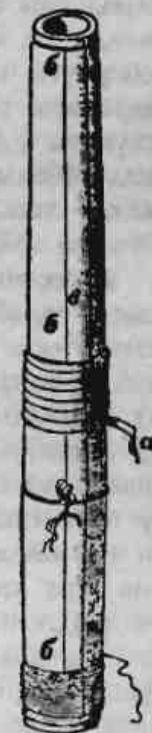

Рис. 125
5) Оклейка круглых обвязов (цилиндрических). Предположим, что требуется оклеить круглый обвяз цветочной тумбы (рис. 125). Очевидно, что ее нельзя зажать ни в сугагах, ни в валиках, и остается единственный выход: обвязать всю тумбу крепкой пеньковой тесьмой. Сделать это руками настолько трудно, что предпочитают пользоваться особым станочком, при котором затяжка тесьмы получается крепкой и надежной в смысле равномерности распределения зажима.